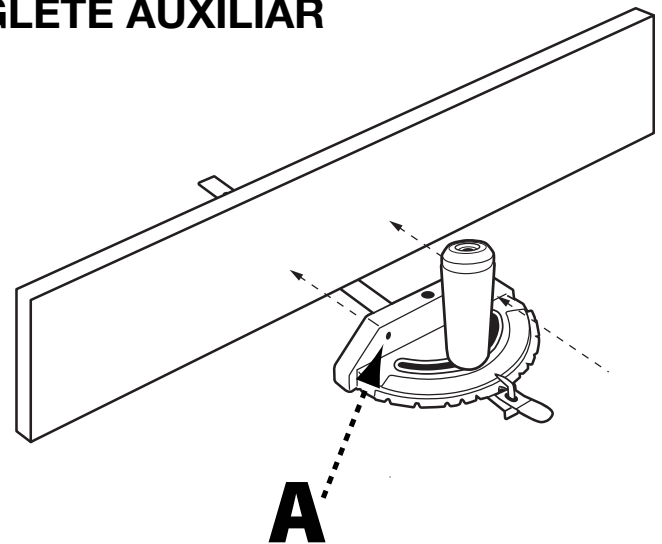

FIGURA 33
Este refrentado de madera auxiliar puede sujetarse a la parte frontal de la galga de inglete usando dos tornillos para madera a través de los orificios (A) proporcionados en el cuerpo de la galga de inglete y hacia el refrentado de madera. Vea la Figura 33. Asegúrese de que los tornillos sean suficientemente largos para asegurar el refrentado, pero que no sobresalgan de la madera.